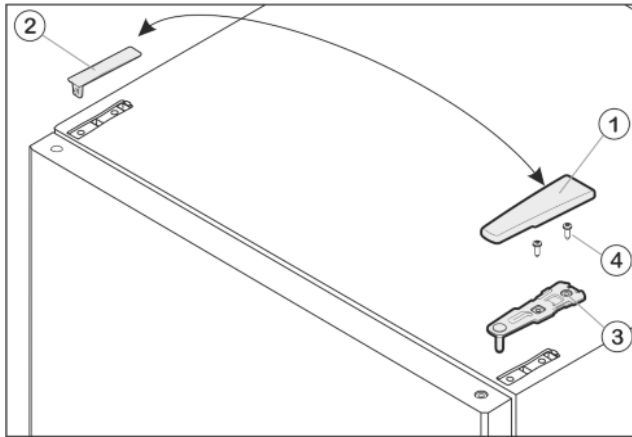

Fig. 7
- ▶ Відведіть кришку Fig. 7 (1) вперед і вгору.
- ▶ Зніміть кришку Fig. 7 (2).
- ▶ Викрутіть верхній опорний кронштейн Fig. 7 (3)(2 шт. Torx® 25) Fig. 7 (4) і відведіть вгору.
- ▶ Встановіть верхній опорний кронштейн Fig. 7 (3) в дверцята на новий бік шарніра.
- ▶ Прикрутіть верхній опорний кронштейн (з моментом 4 Нм) гвинтами (2 шт. Torx® 25) Fig. 7 (4). Попередньо зробіть отвори для гвинтів або використовуйте викрутку з акумулятором.
- ▶ Встановіть і зафіксуйте кришку Fig. 7 (1) та кришку Fig. 7 (2) з протилежного боку ззовні.